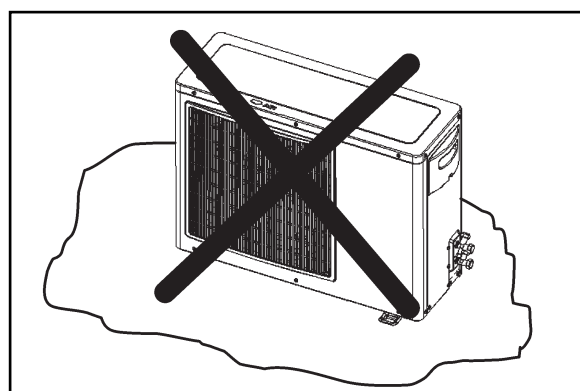

FIGURA 1 - DESNIVELAMENTO UNIDADES CONDENSADORAS
- Recomenda-se **não** instalar a unidade diretamente sobre superfícies irregulares, tal como grama, pois acabará por prejudicar o nivelamento da unidade (figura 1).